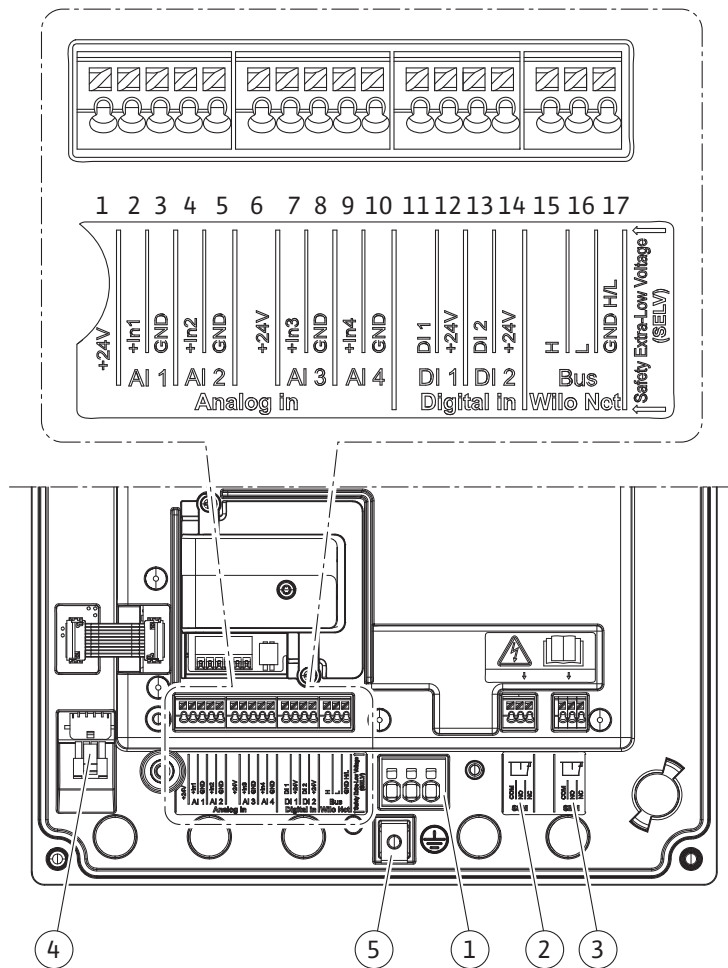

Fig. 19: Översikt över plintar i modulen
4. För in anslutningskabeln genom kabelförskruvningen M25 (Fig. 19, pos. 1). Skruva fast kabelförskruvningen med föreskrivna vridmoment.